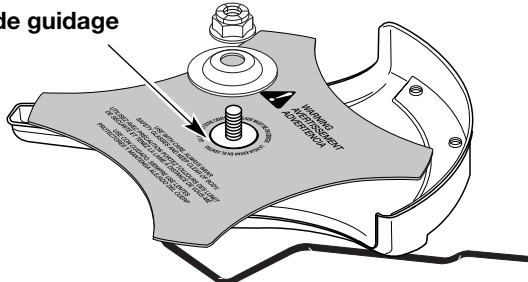

Fig. 12
5. Assurez-vous que la lame de coupe est centrée sur le pas de guidage et qu'elle repose à plat contre la bague de l'arbre de sortie (Fig. 12).